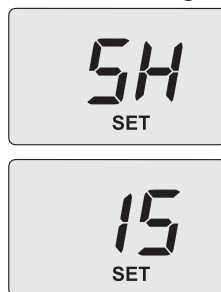

Figura 7.11
- Utilizzare il tasto 12 per cambiare questo valore in **15** e successivamente premere il tasto 14 per confermare. Sul display appare **SH** alternato al parametro potenza massima assoluta e la scritta "SET" (Figura 7.11).